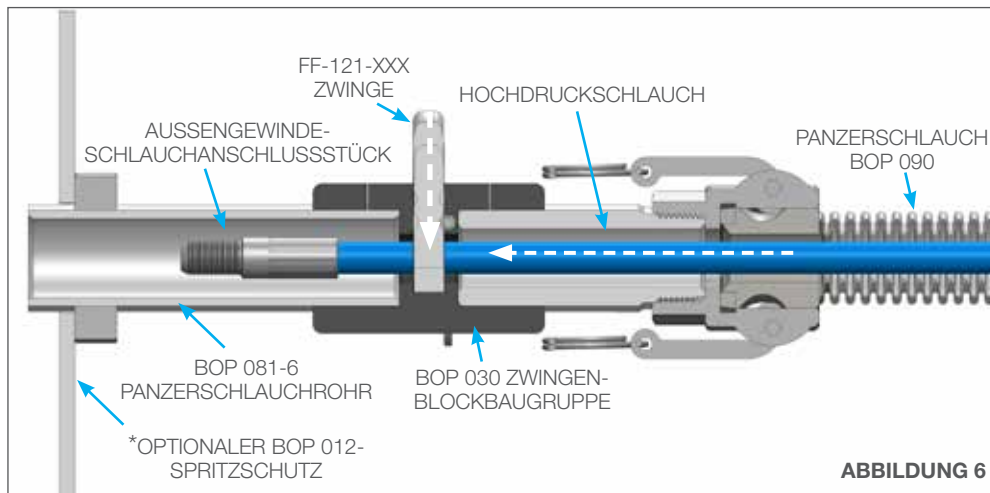

ABBILDUNG 6
- Entfernen Sie den Schnellspannstift und die Zwinge von der Zwingenblockbaugruppe. Schieben Sie das Außengewinde-Schlauchanschlussstück durch die Zwinge und setzen Sie die Zwinge und den Schnellspannstift wieder ein. Prüfen Sie die Zwinge, indem Sie den Schlauch in umgekehrte Richtung zur Montagerichtung ziehen, um sicherzustellen, dass das männliche Schlauchanschlussstück nicht durch die Zwinge zurückgleitet. **(Abbildung 6)**
6. Entfernen Sie den Schnellspannstift und die Zwinge von der Zwingenblockbaugruppe. Schieben Sie das Außengewinde-Schlauchanschlussstück durch die Zwinge und den Schnellspannstift wieder ein. Ziehen Sie den Schlauch zurück, um sicherzustellen, dass das Außengewinde-Schlauchanschlussstück nicht über die Zwinge hinausgleitet. **(Abbildung 6)**